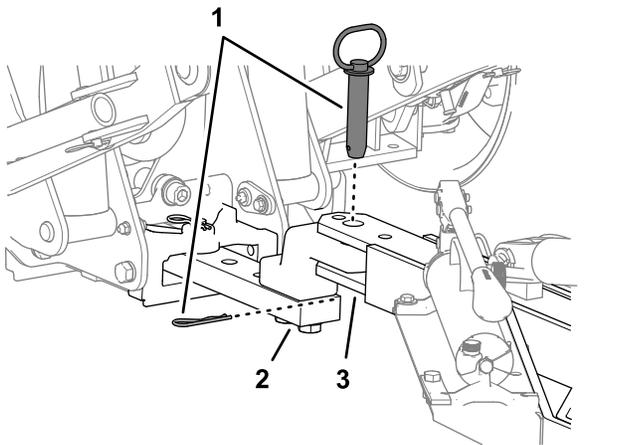

Bild 13
7. Richten Sie die Anhängerkupplung des Aerifizierers auf die Zugstange der Zugmaschine aus und sichern Sie den Aerifizierer (Bild 13) mit der Anhängervorrichtung des Fahrzeugs.